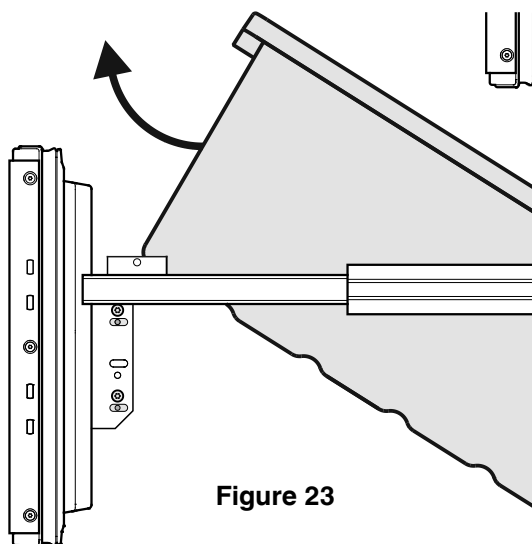

Figure 23
- Basculer le récipient et le retirer - **Figure 23**.